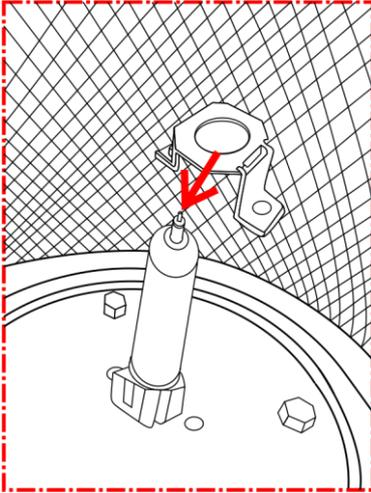
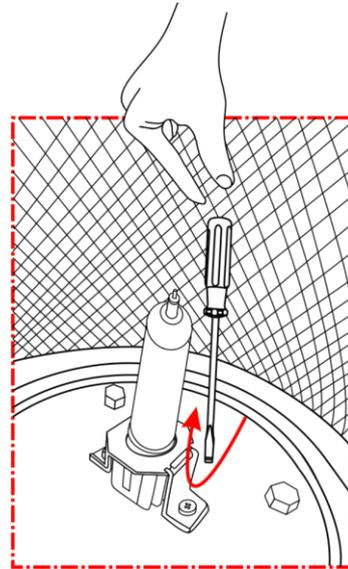

Abb. 08
Abb. 09
- 07) Befestigen Sie die Lampenhalterung wieder innen im Scheinwerfer (Abb.08 und Abb. 09).